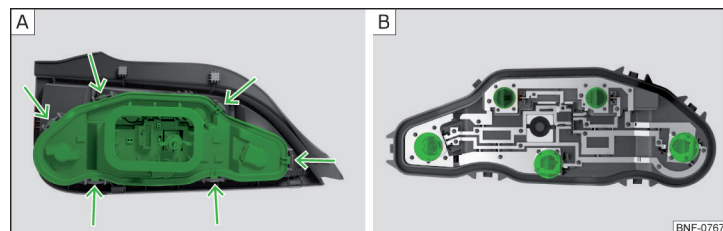

Fig. 182 Parte interior de la lámpara
- Presionar la lengüeta de fijación en el portalámparas » fig. 182 - **A** y retirar el soporte de la luz.
- Gire la bombilla respectiva hasta el tope **en sentido contrario** al de las agujas del reloj y extraígalas del soporte » fig. 182 - **B**.